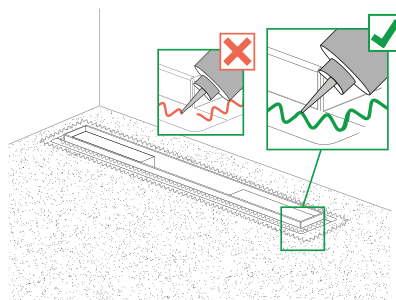

Рис. 6 / Сур-6
5. Нанесите герметик на края корпуса (рис. 6).